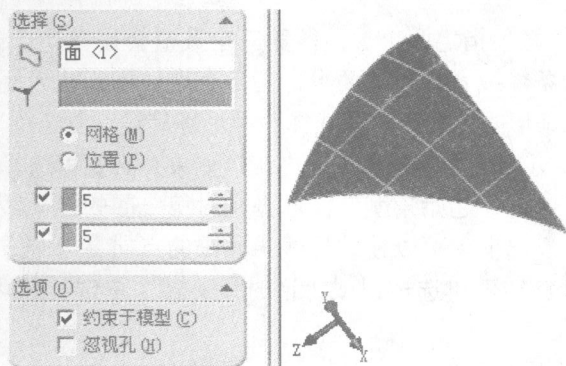
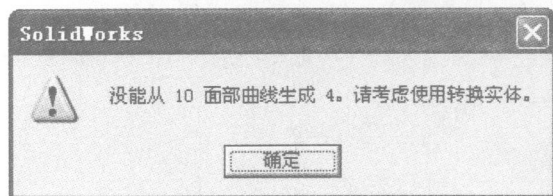

图 1-9 使用“网格”选项的面部曲线
图 1-10 提示错误信息对话框
(5) 重复上述步骤 (1) 和 (2), 在“面部曲线”属性管理器和绘图区域中进行设置和选择, 如图 1-9 所示, 单击“确定”图标按钮 , 如图 1-10 所示。